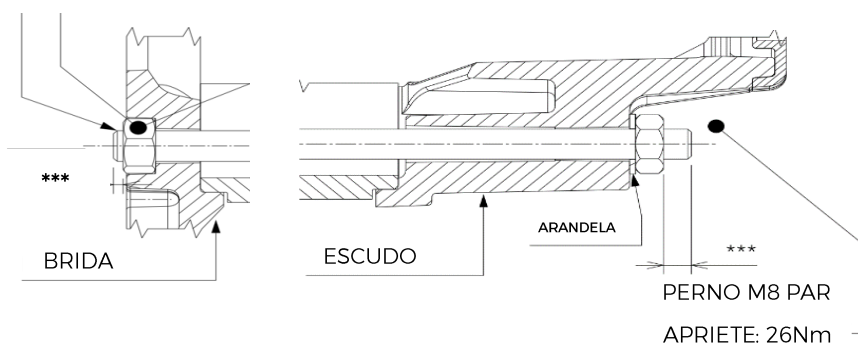

Figura 6-6
10. Comprobar el saliente final *** del tirante del lado de la brida SAE, debe ser de 1,5 a 3mm, como se muestra en la figura 6-6.